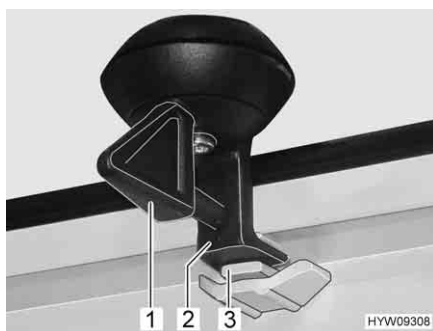

Fig. 35 Bloccaggio (posizione di ricircolo d'aria)
- Ruotare la leva (Fig. 35,1) di un quarto di giro. Il bloccaggio (Fig. 35,2) deve entrare nella rientranza superiore (Fig. 35,3).